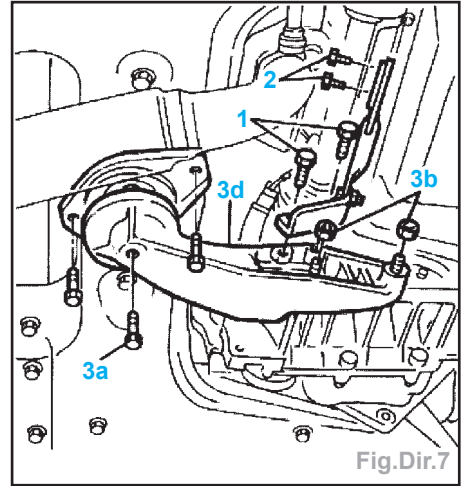

Fig.Dir.7
- Déposer le support AR moteur : enlever les vis (1 et 2) du renfort anti-flexion, la vis (3a) et les écrous (3b) du support AR moteur (3d) (Fig.Dir.7).